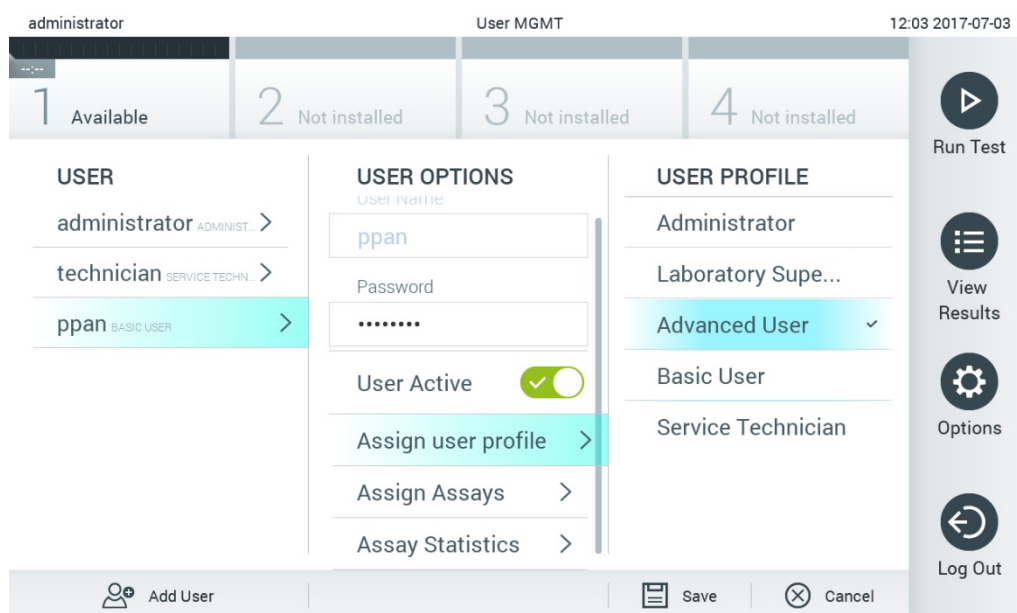

图 54. 为用户分配用户配置文件。
- **Assign User Profile**（分配用户配置文件）：允许为该用户分配不同的用户配置文件（例如，Administrator [管理员]、Laboratory Supervisor [实验室主管]、Advanced User [高级用户]、Basic User [基本用户]）。从内容区域右侧的列表选择合适的用户配置文件（图 54）。